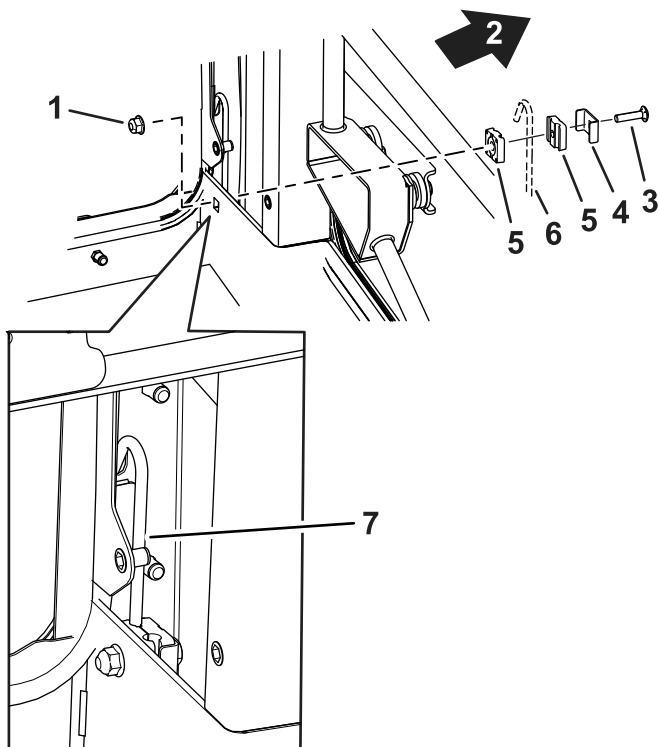

Figura 16
7. Mientras baja la cabina, coloque los tubos de ventilación a través de los postes traseros (Figura 16).
1. Instale los tubos de ventilación en cada lado de la cabina. Consulte Figura 16.
2. Sujete cada tubo de ventilación con un perno (5/16" x 1½"), una abrazadera plana, una abrazadera de tubo y una tuerca (5/16") (Figura 16).